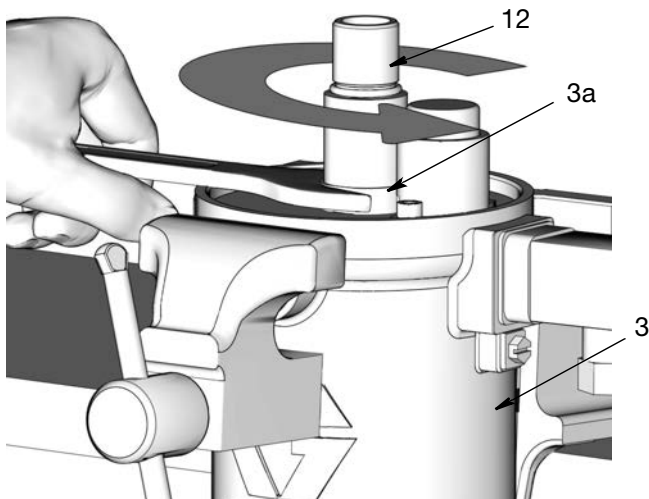

图 17
13. 拧松螺母 (3a)，将泵气缸 (12) 从气动马达气缸 (3) 上卸下 (图 17)。